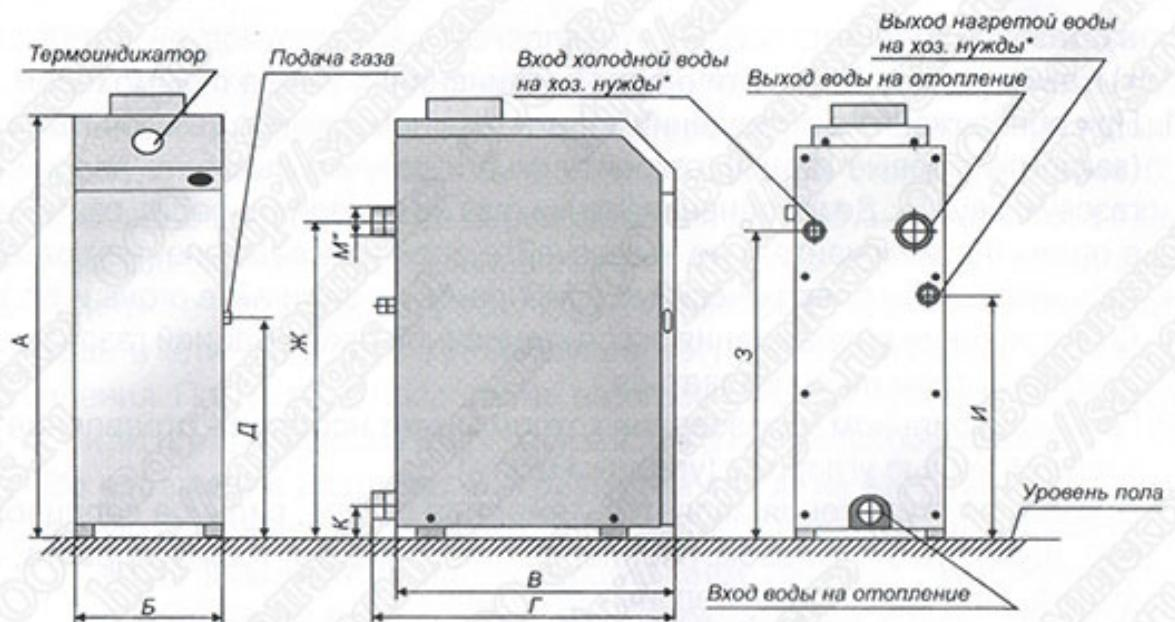
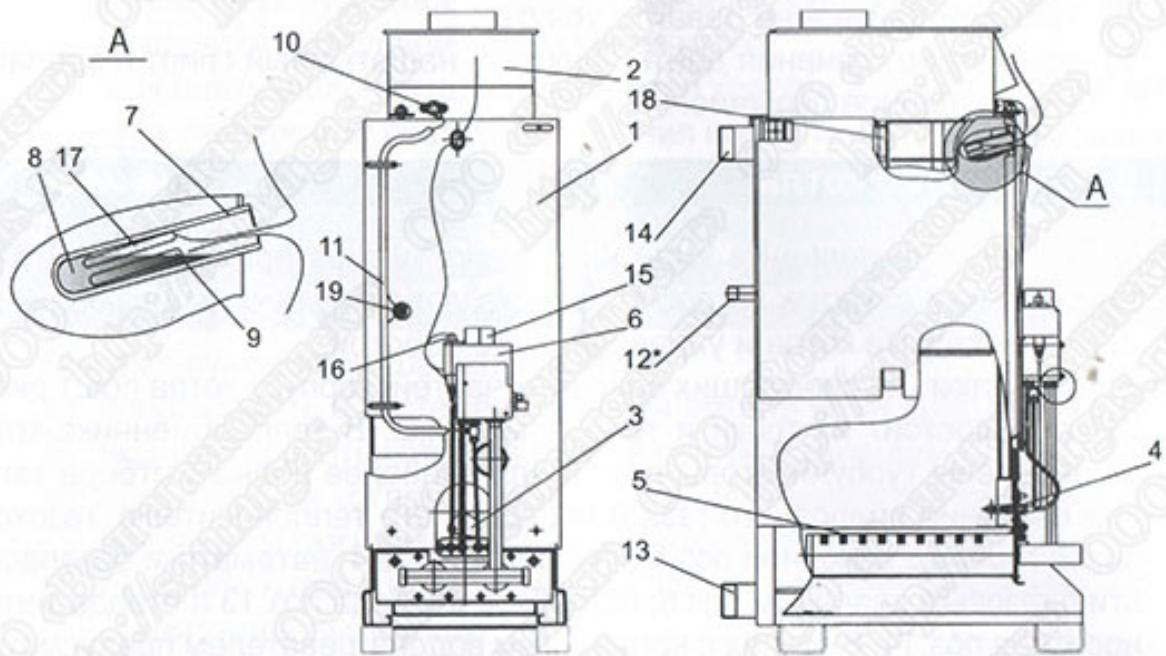

Рис.1 Общий вид котла «VEGA»
Рис.2 Схема конструкции котла «VEGA»
- 5.1. Котел, рис.1 выполнен в виде напольного шкафа прямоугольной формы, лицевая сторона которого закрыта дверкой, обеспечивающей доступ для запуска котла и управления его работой.
Котел состоит из следующих основных частей: корпуса котла поз.1 рис.2, который состоит из топки и теплообменника. В теплообменнике котла установлены турбулизаторы поз.18 для наиболее полного отбора тепла при сжигании природного газа и передачи его теплоносителю; газохода поз.2; горелок: основной поз.5 и запальную поз.4; автоматики безопасности с газовым клапаном поз.6; патрубков подвода поз.13 и отвода теплоносителя поз.14. В котлах с встроенным водонагревателем предусмотрены присоединительные патрубки поз.12. На лицевой части корпуса котла расположено смотровое окно поз.3 для контроля за розжигом и работой котла. Стаканчик поз.7, в котором установлен баллон термоиндикатора поз.17 и термобаллон поз.9 газового клапана служащий для управления его работой. Термостат (датчик тяги) поз.10 служит для обеспечения его безопасной работы. Для наиболее полного отбора тепла, снаружи корпус котла покрыт теплоизоляцией и декоративным стальным кожухом, покрытым порошковой эмалью. В верхней части кожуха котла установлен термоиндикатор, для контроля температуры воды в котле, рис.1. При розжиге котла сначала зажигается запальная горелка, которая нагревает термопару и дает сигнал на открытие газового клапана и подачи газа на основную горелку.
5.2. Водонагреватель 12 (рис.2) работает по принципу «вода-вода», т.е.
- 6.8. При установке котла в систему отопления с открытым расширительным сосудом, установка датчика перегрева (п.19, рис.2) не требуется, при условии, что отказ терmostата управления не вызывает опасную ситуацию для пользователя или повреждение котла (ГОСТ Р 51733-2001).
Перед запуском котла, необходимо проверить наличие машинного масла в стакане корпуса котла поз.7 рис.2.
Для включения основной газовой горелки плавно поверните рукоятку управления против часовой стрелки до положения 1...7 (рис.7 б). Максимальная температура теплоносителя соответствует цифре 7 на рукоятке управления. Температуру контролируйте термоиндикатором (рис.1), регулировку температуры теплоносителя (воды) осуществляет терmostат газового клапана через термобаллон поз.9, рис.2, вставленный в стаканчик корпуса котла поз.7, рис.2.